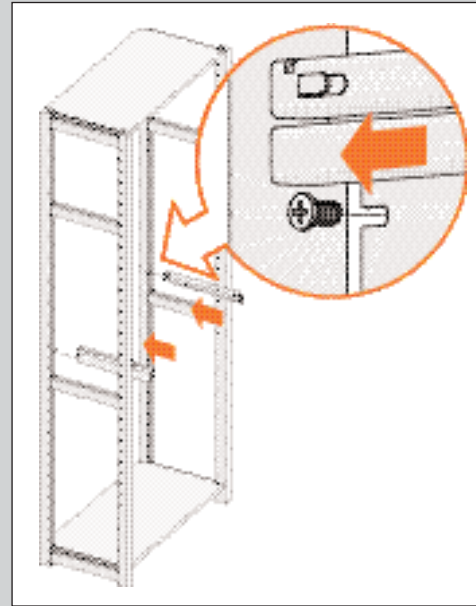

ABBILDUNG 35
4. Schieben Sie die Führungen über die hinteren Schrauben (siehe Abb. 35).